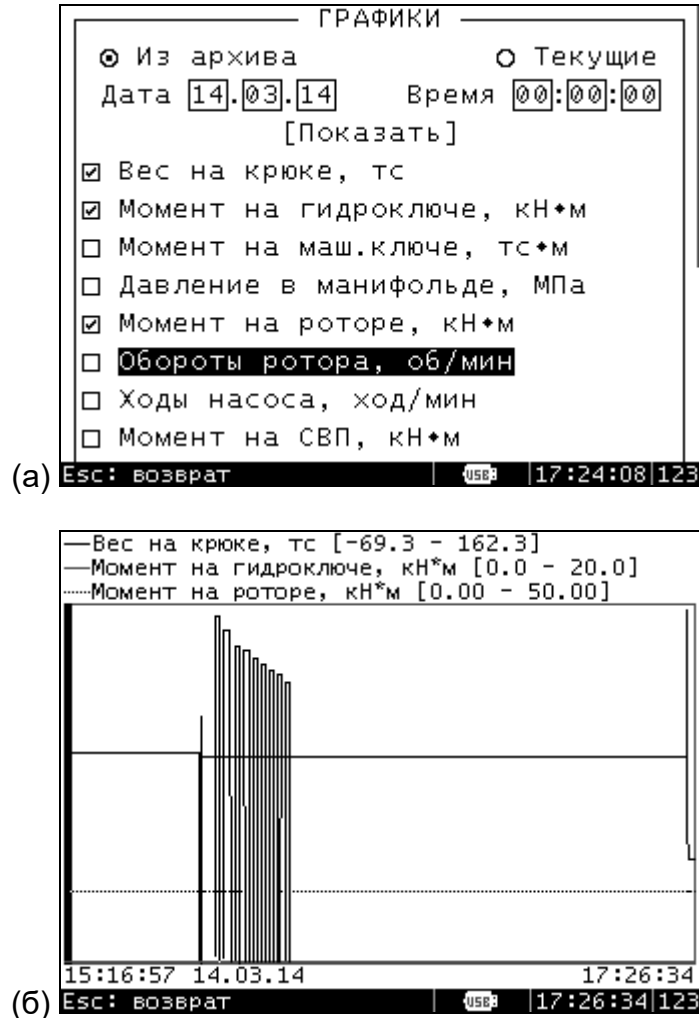

Рис. 3. Режим графиков. (а) настройка режима, (б) графики.
2.4 Режим графиков (рис. 3) позволяет просматривать как архивные, так и текущие данные (тренды).
В настройках режима (Рис.3а) можно выбрать один из двух вариантов просмотра данных: "Из архива" или "Текущие". Далее необходимо отметить галочками желаемые параметры для просмотра (одновременно не более трех) и выбрать пункт "Показать".